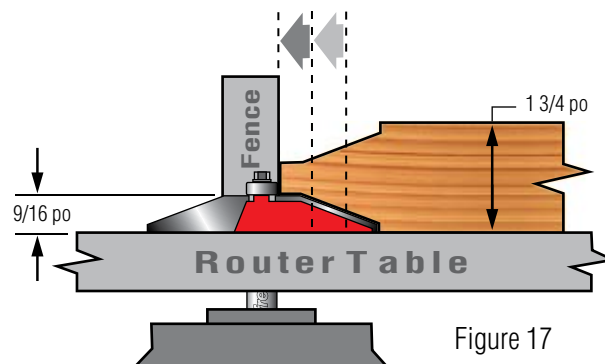

Figure 17
- Réglez la hauteur des couteaux. Dans le cas de panneaux de 1 3/4 po d'épaisseur, réglez le fer de sorte que le haut du bord de coupe soit à 9/16 po au-dessus de la table à toupie, tel qu'illustré dans la Figure 17. Dans le cas de panneaux de 1 3/8 po d'épaisseur, réglez le fer de sorte que le haut du bord de coupe soit à 1/2 po au-dessus de la table à toupie.